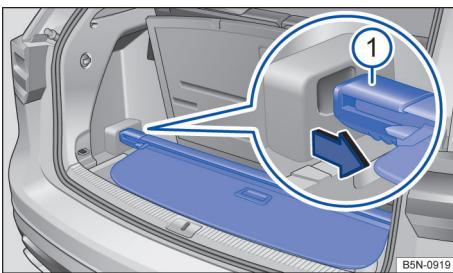

Fig. 182
- Colocar a cobertura do compartimento de bagagem no suporte previsto para este fim → Fig. 182.